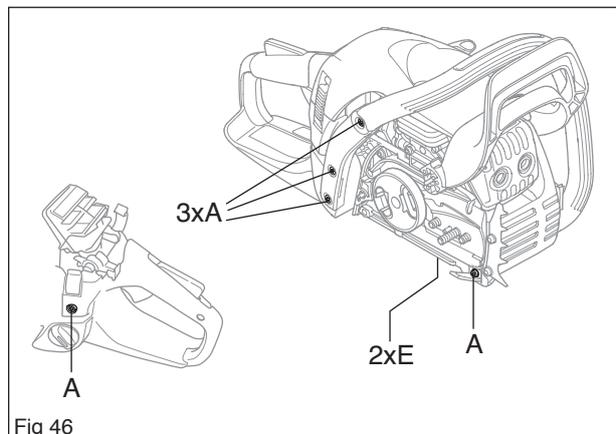

Fig 46
5. Démontez les vis (A). Détacher l'étrier de la poignée. (voir la figure 46)
3. Monter l'étrier de la poignée avec les vis (A et E). Serrer les vis selon le couple recommandé dans les données de maintenance (voir la figure 46)